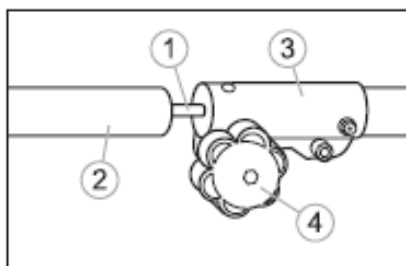

рисунок 1
- Установите нижнюю часть штанги 2 (см. рисунок 1) с приводным валом 1 в верхнюю до характерного щелчка в удобное для Вас положение, совместив подпружинную кнопку с соответствующим пазом. Закрутите винт 4 (см. рисунок 1) для фиксации штанги с помощью скобы 3 (см. рисунок 1). Проверьте надежность соединения.